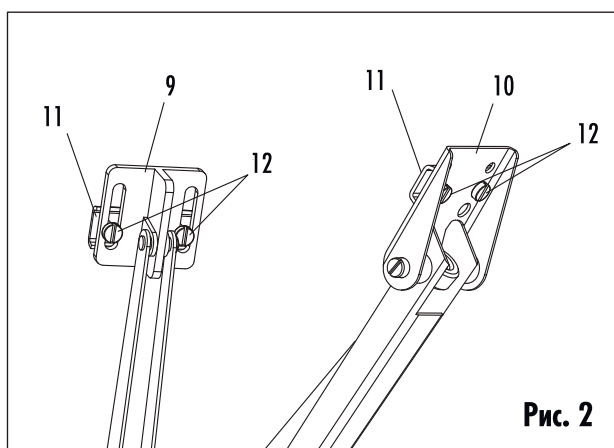

Рис. 2
2. Используйте винты (12), чтобы свободно установить зажимы (11) к оконному креплению (9) и к рамочному креплению (10), соответственно (рис. 2). Монтаж производится при закрытой форточке (рис. 3). Убедитесь, что верхний край оконной рамы находится близко к краю окна.